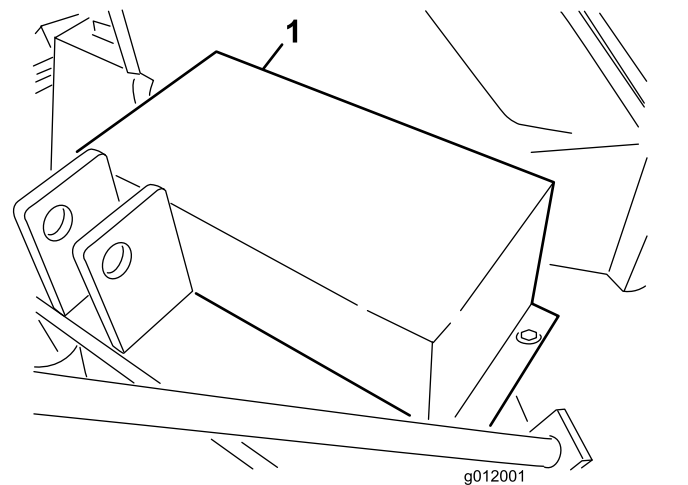

Figura 14
1. Rimuovete le viti a testa cilindrica, le rondelle e i dadi che fissano la protezione della cinghia all'alloggiamento del soffiatore (Figura 14).
2. Togliete la protezione della cinghia (Figura 14).